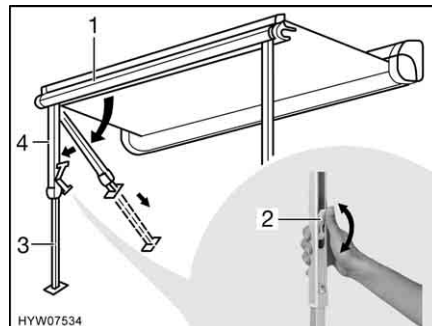

Fig. 6 Installazione dei montanti di supporto
- Estrarre i montanti di supporto (Fig. 6,4) dal listello anteriore (Fig. 6,1) ribaltandoli e montarli.
- Aprire il bloccaggio sui montanti di supporto. A tal fine ripiegare la leva di serraggio (Fig. 6,2) verso l'alto.
- Estrarre la parte inferiore dei montanti di supporto (Fig. 6,3) fino alla lunghezza desiderata.